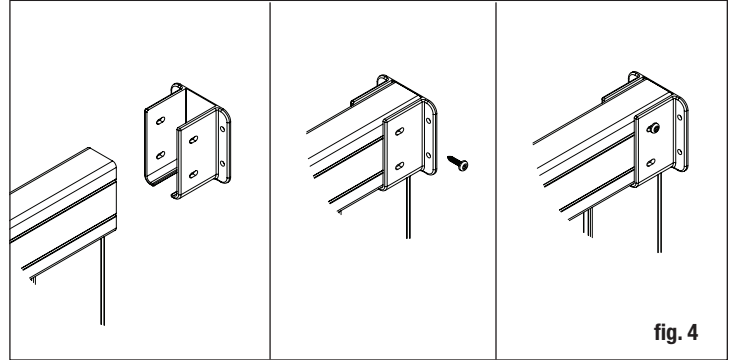

fig. 4
- While holding the bracket in place, attach one screw into one of the slotted holes. Place the screw at the end of the slot closest to the mounting face of the bracket (fig. 4).
- Mientras sostienes el soporte en su lugar, instala un tornillo en uno de los orificios ranurados. Coloca el tornillo en el extremo de la ranura más cercano a la cara de montaje del soporte (fig. 4).